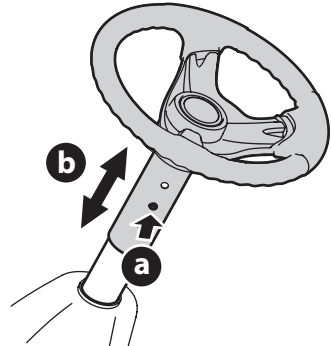

Figura 5
2. Pulse el botón (a) de la columna de la dirección y eleve o baje el volante (b) hasta la posición deseada. Vea la Figura 5.